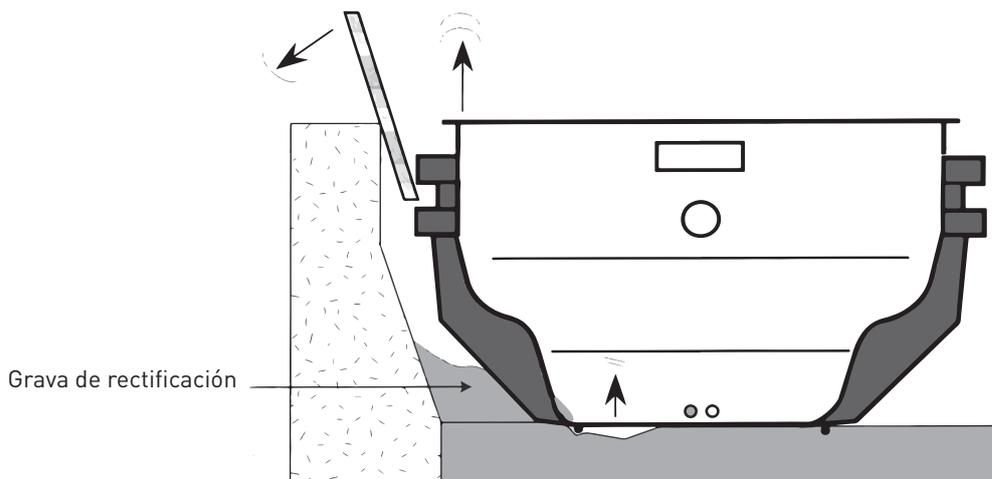

Fig. 22
- A) 1ª posibilidad: Levantar mm/mm el ángulo defectuoso más bajo con la ayuda de una barra, haciendo deslizar debajo de éste unas paladas de grava. El ángulo más elevado, diagonalmente opuesto, deberá bajar por defecto de barrena. (Fig. 22)
Volver al posicionado inicial del armazón y comprimir la grava adicionada saltando dentro de la piscina. (Fig. 22)